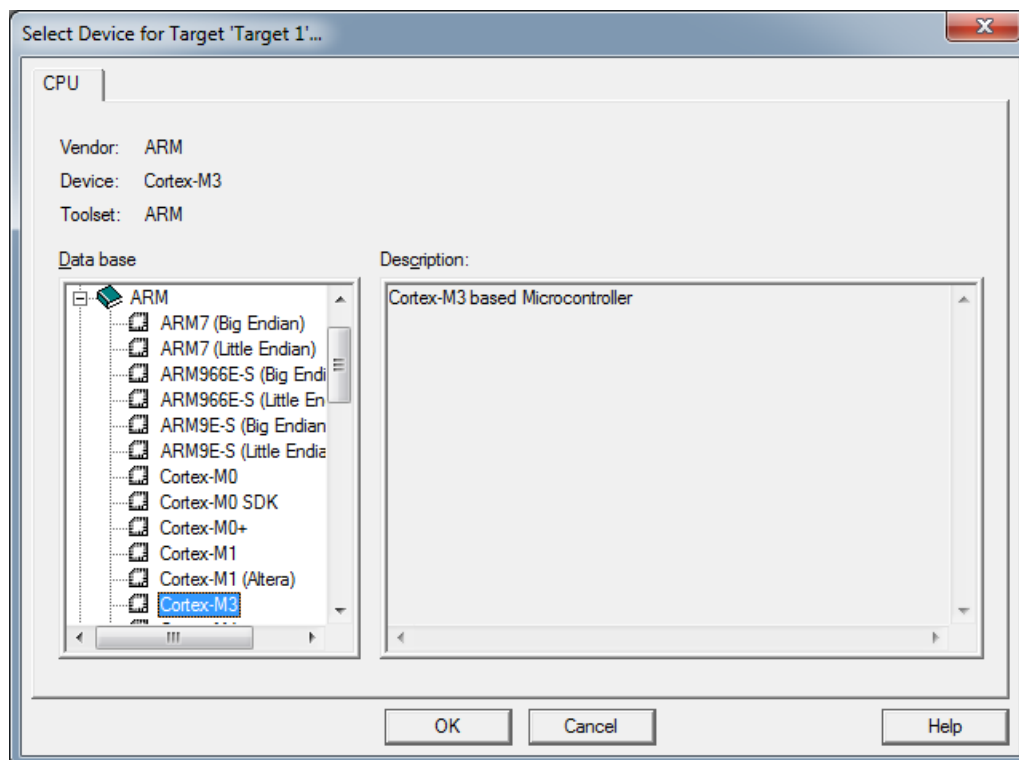

Рис. 3
3.1.2. При создании нового проекта необходимо выбрать процессор ARM Cortex-M3 (рис.3).